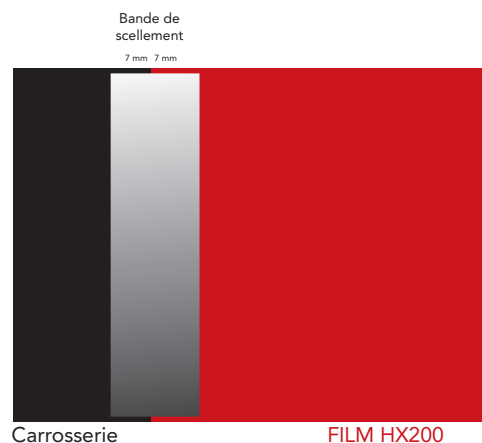

Figure 20
- › Coller la bandelette en la superposant sur environ 7 mm de carrosserie et 7 mm de film HX200. (FIG. 20)